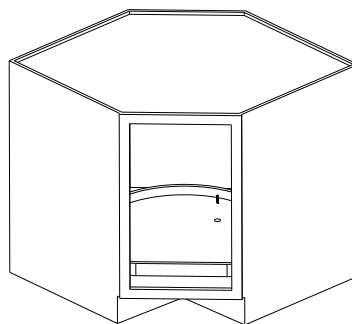

FIG. 4
Pour les tablettes en forme de rein, exercez une pression et faites tourner la tablette jusqu'à ce que vous voyiez le premier emplacement de montage du palier près de la bouche de l'oiseau, puis fixez la tablette au plancher du meuble avec (1) vis à tête plate #8 x 1-1/4 po (voir la figure 4).